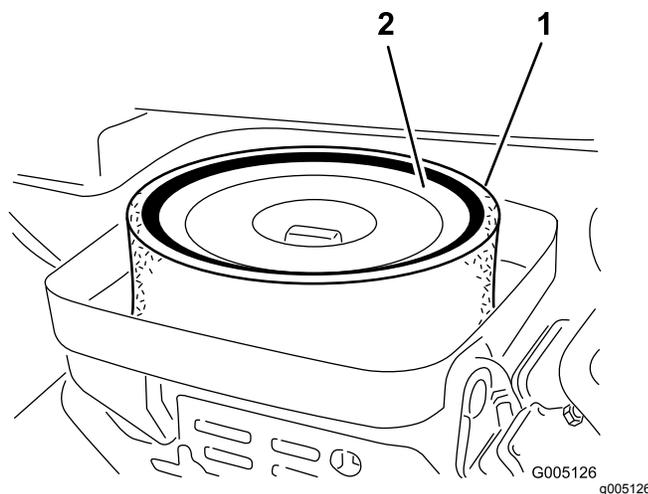

Рисунок 29
3. Снимите барашковую гайку крепления элементов к корпусу воздухоочистителя (Рисунок 29).
4. Если элемент из пеноматериала загрязнен, снимите его с бумажного элемента (Рисунок 29). Тщательно очистите его следующим образом: